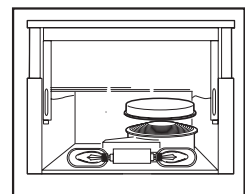

Fig. 5
8. Certains modèles sont équipés d'un filtre à charbon circulaire : montez le filtre en l'appliquant par-dessus la grille en plastique, puis tournez-le dans le sens des aiguilles d'une montre jusqu'à ce qu'il soit bloqué. Pour retirer le filtre, procédez dans l'ordre inverse (fig. 5).